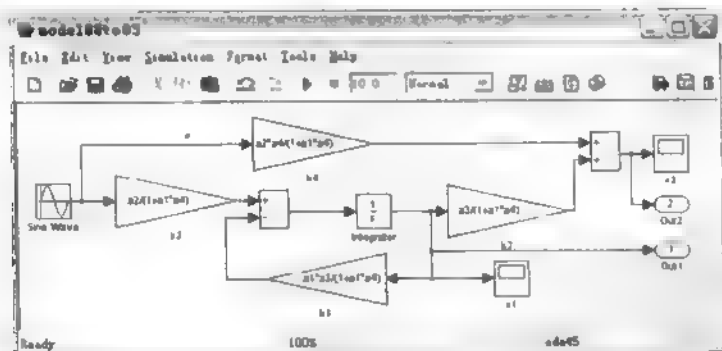

图 8.5 整理方程组消除代数环后的 Simulink 模型
(4) 建立 Simulink 模型。首先对手工整理的方程进行建模。对方程(2)和(3)建立 Simulink 模型, 保存为 model08to03.mdl, 如图 8.5 所示。